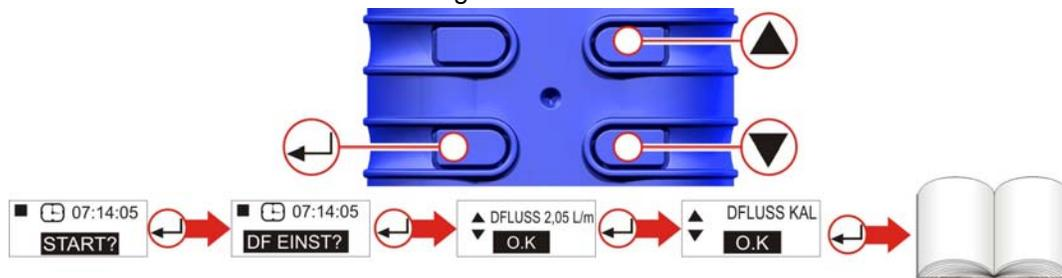

Abbildung 12 Kalibrieranzeigen
I. ERFORDERLICHEN DURCHSATZ EINSTELLEN (Abb. 12)